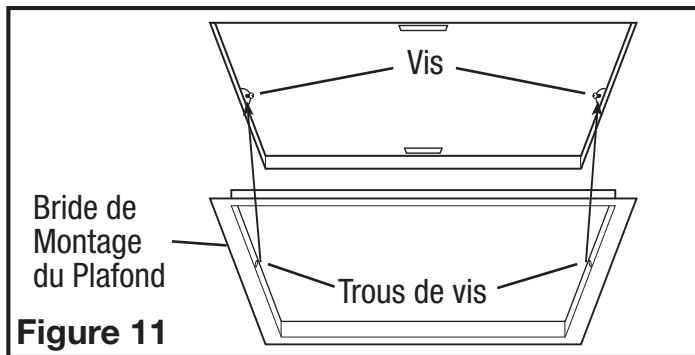

Figure 11
4. Installez la bride de montage au plafond pour couvrir tous les espaces qui existent entre le boîtier et le plafond fini. Retirer les deux vis qui relient la bride de montage au boîtier. Placez un scellant (non fourni) sur le bord intérieur de la bride de montage au plafond pour assurer que la bride est scellée au plafond. Alignez les trous de vis dans la bride de montage au plafond avec les trous de vis à l'intérieur du boîtier et appuyez la bride en place afin qu'elle soit bien serrée contre le plafond. Réinstallez les vis de la bride de montage à l'intérieur du boîtier (Figure 11).